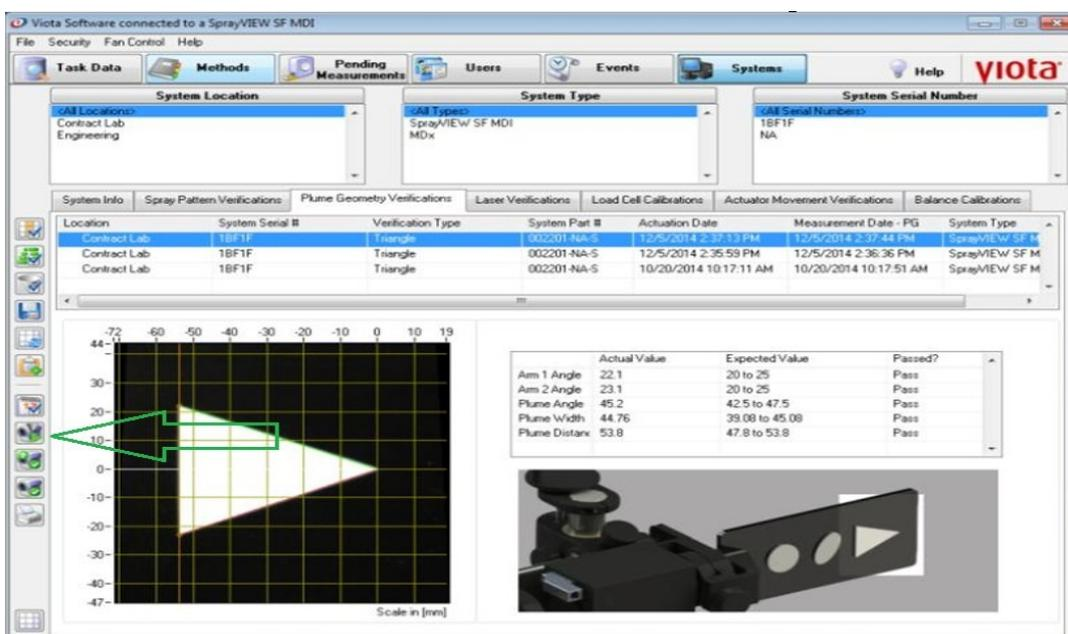

Figura 51. Guia Verificações de Geometria da Pluma. Botão execução teste de triângulo.
b) Execute o teste do triângulo com o clique no botão *Triangle Test* e siga as instruções na tela para coletar e calibrar o teste do triângulo conforme Figura 51.
d) Imprima um relatório de resultados de verificação de geometria da pluma estando no modo gráfico/tabular dividido, selecione o registro da tarefa e clique no botão *Printing Report* na aba que contém uma impressora conforme Figura 51. O relatório será gerado no formato PDF e inclui todas as informações relevantes do sistema e do usuário (por exemplo, nome de usuário, número(s) de série/produto), a imagem de verificação, resultados de todas as métricas testadas com base no teste específico (incluindo os limites dos critérios de aceitação) e o status do teste (por exemplo, aprovado ou reprovado).